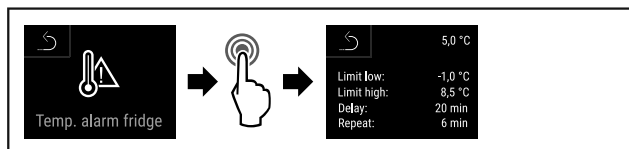

Fig. 145
- ▶ Eseguire i passi (vedere Fig. 145).